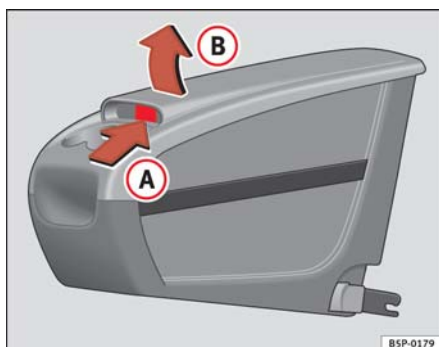

Fig. 102 Portaobjetos móvil. Apertura
- Levante la tapa **(B)**, por la zona **(A)** ⇒ **fig. 102**.